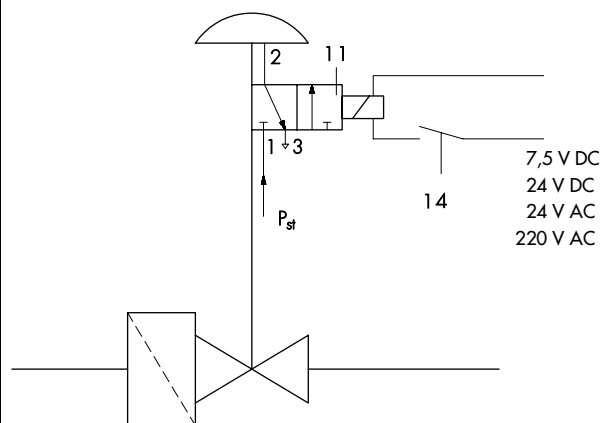

Fig. 4 · Schéma de principe de l'exécution sans positionneur
La pression de commande  $p_{st}$  est amenée à la vanne pilote (11) dont la bobine est connectée au circuit de sécurité d'alimentation en gaz (commutateur 14, fig. 4 et 5). En fonctionnement normal, la bobine est excitée et la pression de commande  $p_{st}$  agit sur la membrane. Par manque d'énergie électrique ou en cas de fonctionnement anormal de l'installation, la vanne pilote retourne en position de repos. Sur l'exécution standard, ceci provoque la fermeture rapide de la vanne de réglage.